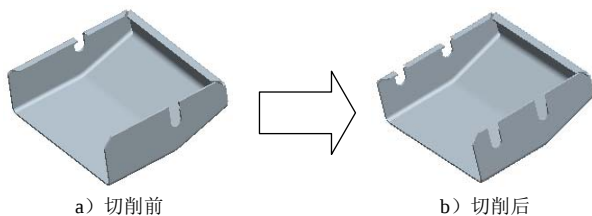
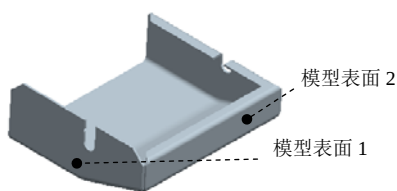
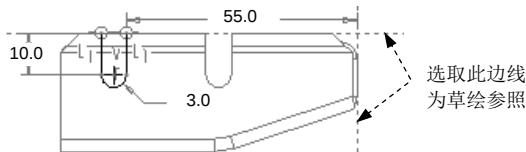
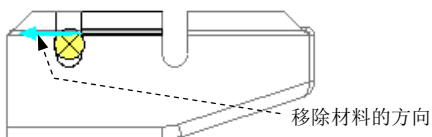

图 11.12.38 拉伸特征 3
图 11.12.39 草绘平面
图 11.12.40 截面草图
图 11.12.41 选取移除材料的方向
Step15. 创建图 11.12.38 所示的钣金拉伸切削特征 3。在操控板中单击 按钮，确认 按钮、 按钮和 按钮被按下；选取图 11.12.39 所示的模型表面 1 为草绘平面，选取模型表面 2 为参考平面，方向为 **右**；单击 **草绘** 按钮，绘制图 11.12.40 所示的截面草图；接受图 11.12.41 所示的箭头方向为移除材料的方向，在操控板中定义拉伸类型为 ，选择材料移除的方向类型为 。